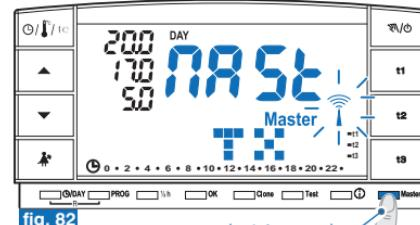

fig. 82
- appuyer sur la touche Master pendant 4 secondes: l'inscription "MAST" s'affichera sur l'écran (exemple sur la fig. 82).